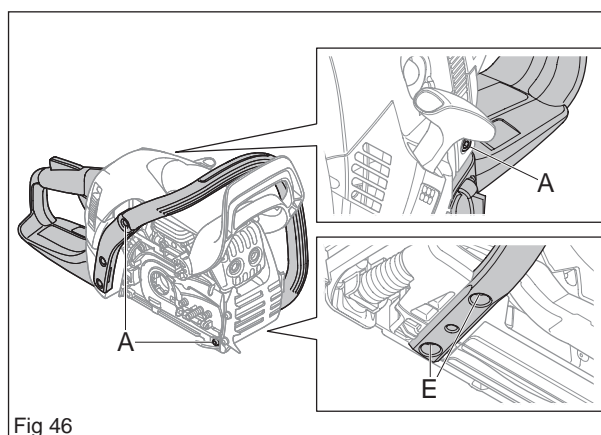

Fig 46
7. Si nécessaire, retirez le tuyau de carburant et enlevez le filtre à carburant (voir la figure 46).
(voir la figure 46)